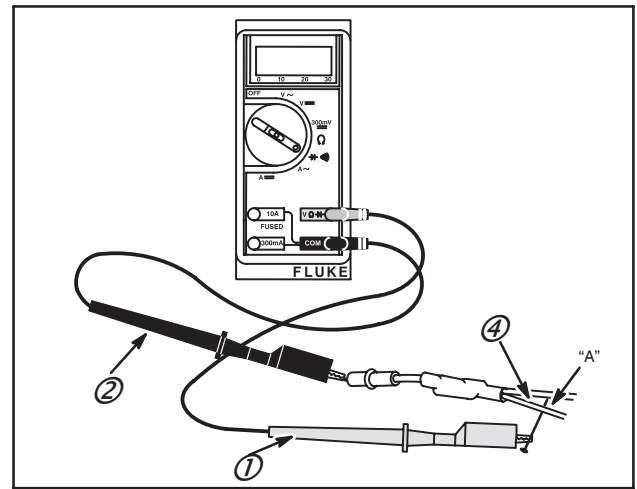

Fig. 28
4, 5b. Circuit d'éclairage (fil BLANC B-) Fixer la pince (1) du fil ROUGE du contrôleur au point "A", Fig. 28 (Il peut être nécessaire de percer le fil BLANC (4) avec une aiguille comme indiqué). Insérer la sonde (2) du fil NOIR du contrôleur dans le connecteur du faisceau.